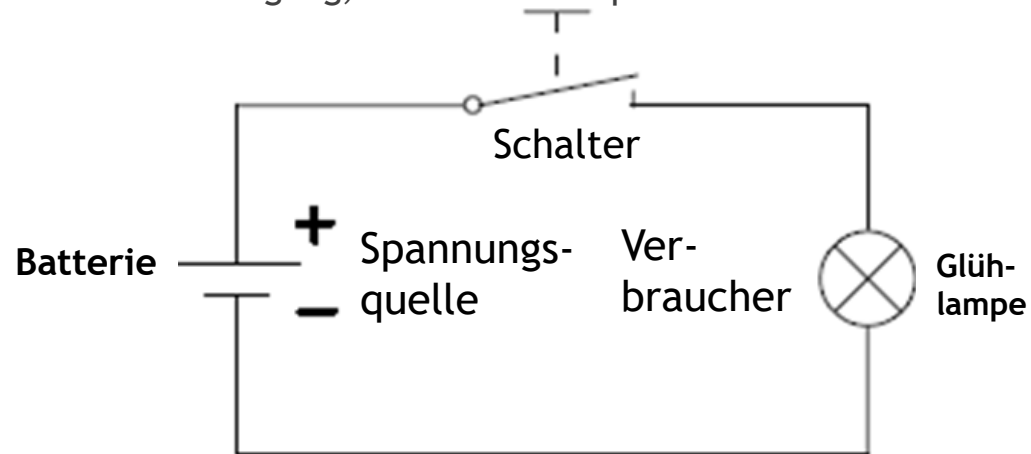

Abb. 1.2: Schaltbild einer Taschenlampe
- ▶ Zur besseren Übersicht wird ein Stromkreis vereinfacht mit Symbolen dargestellt (Abb. 1.2).